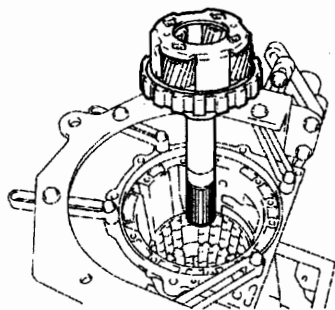
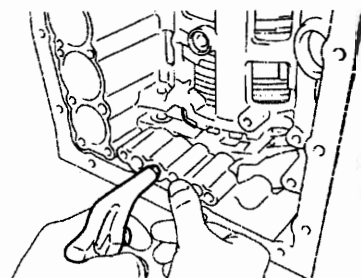

图 12-1-59
图 12-1-75
(65) 拆下后行星齿轮总成。
①如图 12-1-59 所示, 从变速器壳上拆下后行星齿轮总成。
③如图 12-1-59 所示, 安装后行星齿轮总成。
(6) 检查 1 挡和倒挡制动器的装配间隙。
①如图 12-1-75 所示, 在向变速器壳内吹压缩空气时, 1 挡和倒挡制动活塞应活动自如。